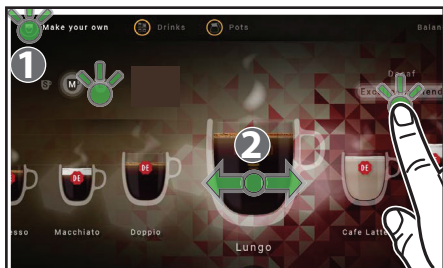

Fig. 4.5 - Elecciones de "Crea tu bebida"
1. Tocar el icono de arriba a la izquierda "Crea tu bebida" (1) en el touch screen, cuando el dispensador está en modalidad de erogación (fig. 4.5).
- **LA BEBIDA REQUERIDA (2)** - desplazar la bebida seleccionada al centro de la pantalla (fig. 4.5)
- **MEDIDA DE LA BEBIDA** - tocar S(mall), M(edium), o L(arge) (fig. 4.5)
- **INGREDIENTES** - la selección de las mezclas puede ser utilizada en configuraciones específicas del dispensador con dos mezclas de café. (fig. 4.5)